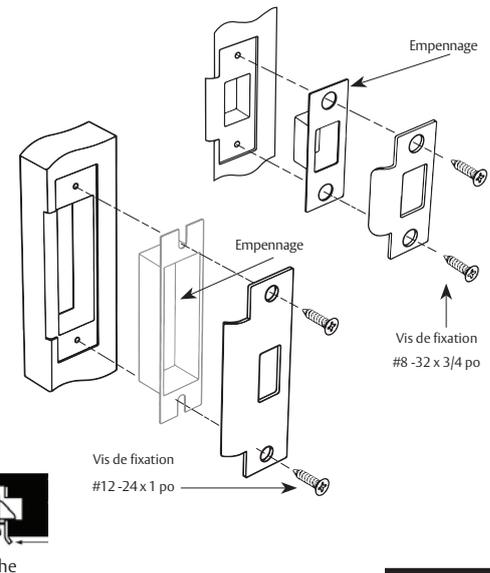

Figure 3
4. Installez la gâche (voir figure 3).